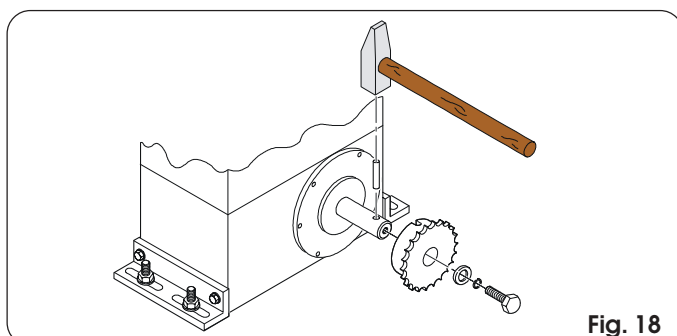

Fig. 18
4.5.1. MOD. 746 ER CAT (Figs. 18 - 19)